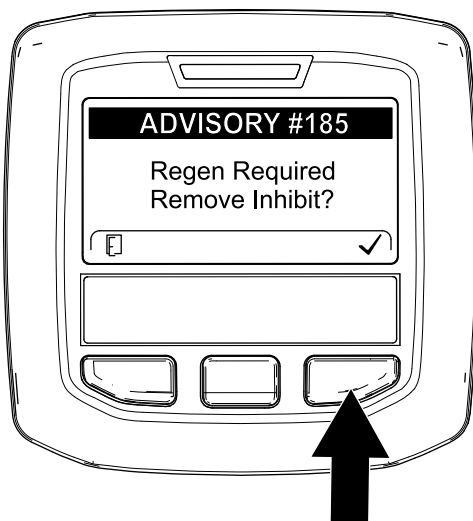

Figura 45
**Nota:** Si INHIBIT REGEN (Inhibir regeneración) está ajustado en ON (Activado), el InfoCenter muestra ADVISORY #185 (Aviso n.º 185) (Figura 45). Pulse el botón 3 para establecer el ajuste de inhibición de regeneración en OFF (Desactivado) y seguir con la regeneración de restablecimiento.